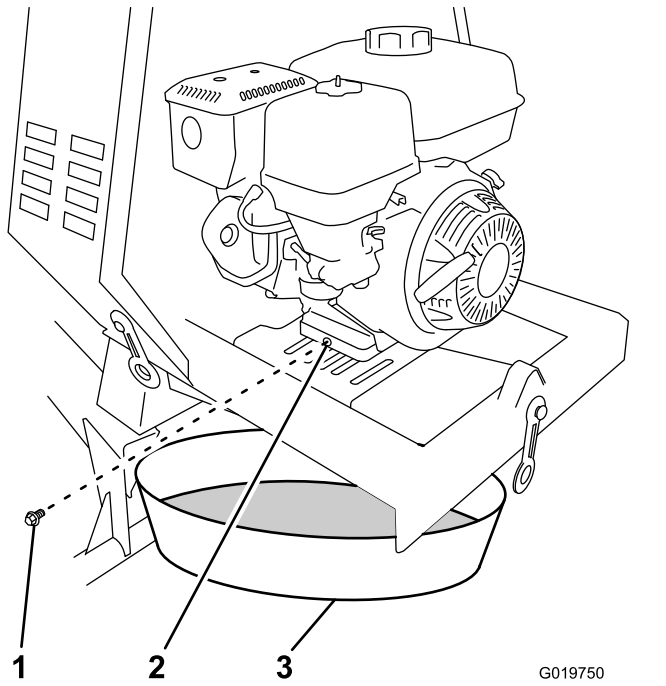

Figura 45
- Coloque un recipiente debajo del orificio de vaciado de aceite del motor (Figura 45).
- Retire el tapón de vaciado y recoja el aceite en el recipiente (Figura 45).
- Cuando se haya drenado completamente el aceite, coloque el tapón de vaciado con una arandela nueva (Figura 45).